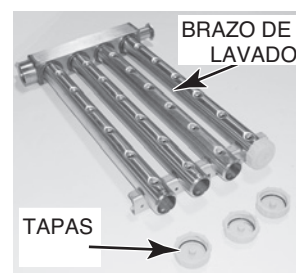

Figura 33
5. Retire los brazos de lavado. Retire también sus tapas (Figura 33) y empuje cualquier obstrucción en la boquilla dentro de los brazos de lavado. Drénelos cuidadosamente en un fregadero. Vuelva a colocar las tapas.